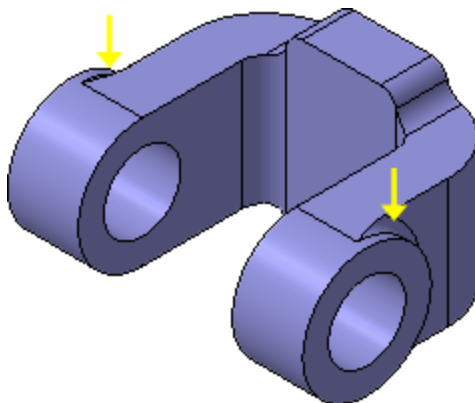

Рисунок 46.
- Установите ориентацию Изометрия XYZ (рис. 46).